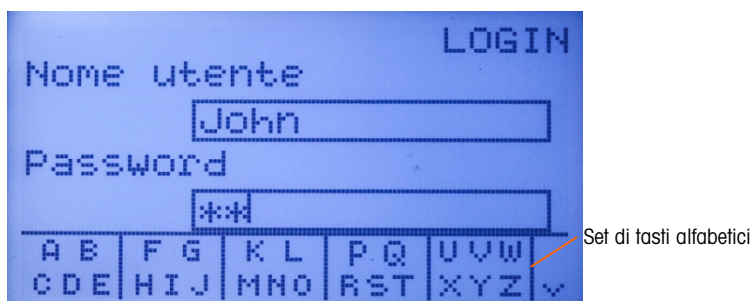

Figura 3-2: Schermata Procedura di accesso (tasti alfabetici)
1. Premere il tasto INVIO per accedere alla casella di immissione Nome utente. I soffkey diventano tasti alfabetici (v. Figura 3-2).
1. Con l'etichetta del campo Password evidenziata, premere il tasto INVIO. I softkey diventano tasti alfabetici (v. Figura 3-2) e viene evidenziata la casella di immissione Password.